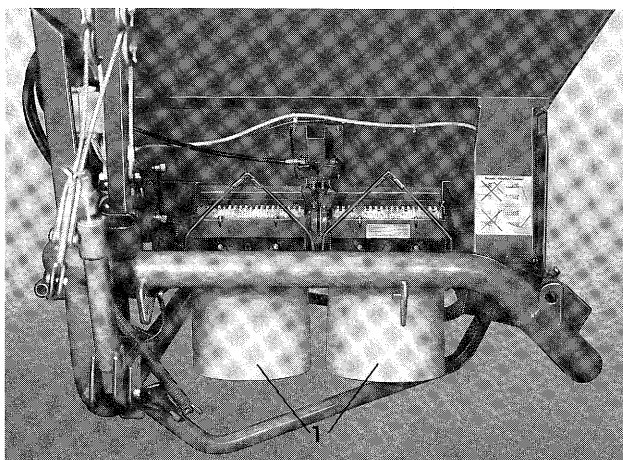
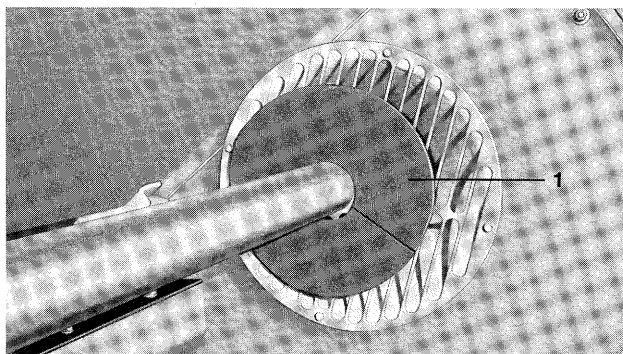

Fig. 11
Fig. 12
Zunächst wird aus der Streutabelle bei dem gewünschten Streugut sowie nach der gewählten Fahrgeschwindigkeit der Einstellwert entnommen und laut 5.1.1 eingestellt. Die Abdrehprobe wird mit den in Fahrtrichtung gesehen **linken** Dosierwalzen durchgeführt. Zur Vorbereitung der Abdrehprobe ist die Injektorschleuse links (Fig. 4) auszuklinken, nach unten zu schwenken und auszuhängen, während das Gestänge eingeklappt und verriegelt bleibt. Anschließend die Meßbehälter (Fig. 11/1) in die maschinenseitige Vorrichtung einhängen und die Drosselscheibe Ø 210 (Fig. 12/1) anbringen. Linke und rechte Dosierwalzen durch Betätigen der Hydraulikventile ausschalten. Nun ist die Zapfwelle einzuschalten und auf die Drehzahl von 540 U/min zu bringen. Damit die Dosiergehäuse der linken Dosierwalzen mit Dünger gefüllt sind, müssen diese kurzzeitig eingekuppelt werden. Anschließend sind die Meßbehälter wieder völlig zu entleeren.
- Mitgelieferten Meßbehälter in abgebildeter Weise (Fig. 11 a) unter die Dosiereinheit hängen.